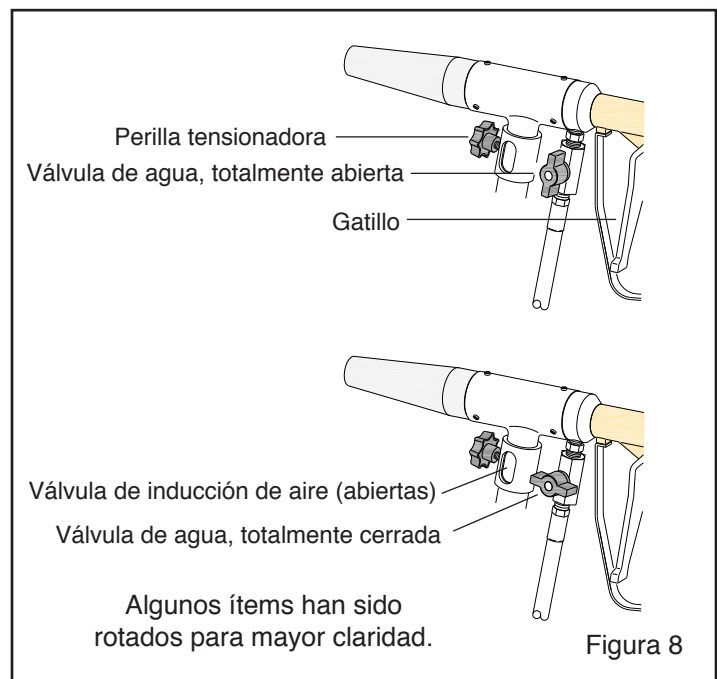

Figura 8
4.6 Chorreado Húmedo, Modelo H2O solamente - Figura 8